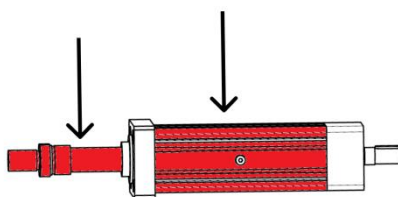

Рисунок 17 – Запрещенные места для нагрузок.
**ВНИМАНИЕ!** Модуль не должен подвергаться радиальной нагрузке на шток или конструкцию (см. рисунок 17).